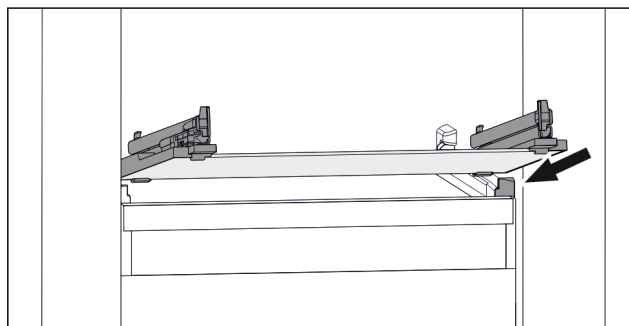

Fig. 49 Rappresentazione esemplificativa del ripiano in vetro
- ▶ Applicare il ripiano in vetro obliquamente dietro i fermi. (vedere *Fig. 49*)